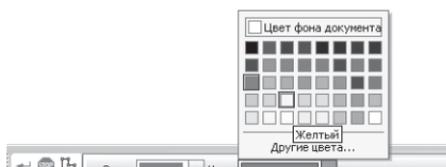

Рис. 86
- на панели **Свойств** щелкните ЛКМ на поле **Цвет**. На экране будет выведен диалог выбора цвета. Выберите щелчком ЛКМ необходимый цвет (например, желтый) – рис. 86;